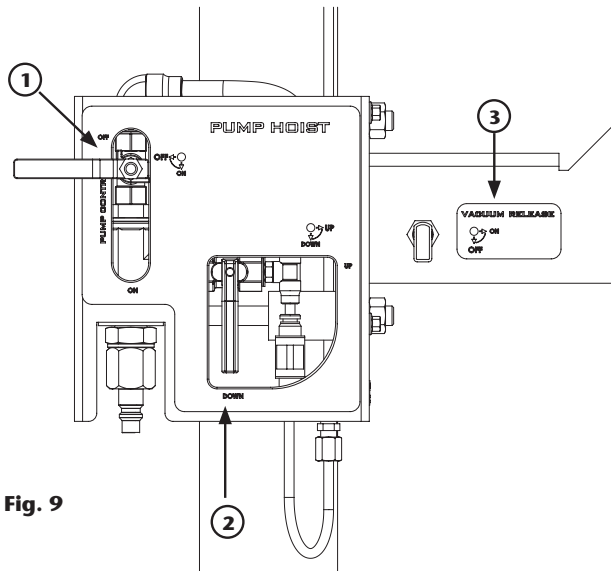

Fig. 9
1. Compruebe que la palanca del armario de control se encuentra en la posición "UP" (2) (fig. 9).
4. Mueva la palanca del armario de control a la posición "DOWN" (abajo) (2) (fig. 9).
1. Arranque la bomba colocando la válvula de control "Pump Control" en la posición "ON" (1) (fig. 9).
4. Mueva la palanca del armario de control a la posición "UP" (arriba) (2) (fig. 9). En esta posición el cilindro sube el equipo. Si el equipo incluye el plato seguidor, abra la válvula de soplado y una corriente de aire entra en el bidón para empujar al plato seguidor (3) (fig. 9).
6. Si dispone del plato seguidor cierre la válvula de paso de aire (3) (fig. 9).